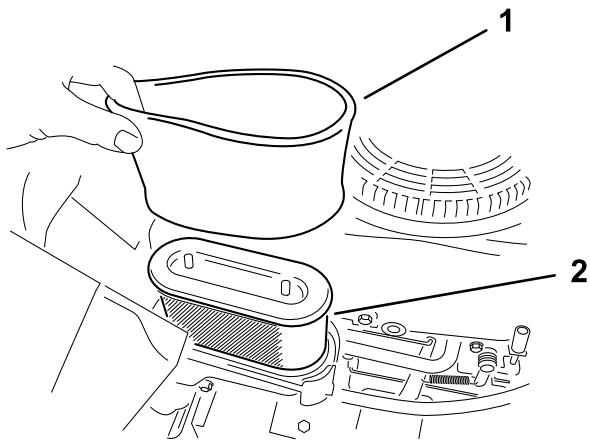

Bild 37
5. Nehmen Sie die Schaumstoff- und Papierfiltereinsätze vorsichtig aus dem Luftfiltergehäuse heraus (Bild 37).
Hinweis: Wechseln Sie den Papiereinsatz aus, wenn er sehr schmutzig ist (Bild 37).
1. Setzen Sie den Schaumstofffilter auf den Papierfilter (Bild 37).